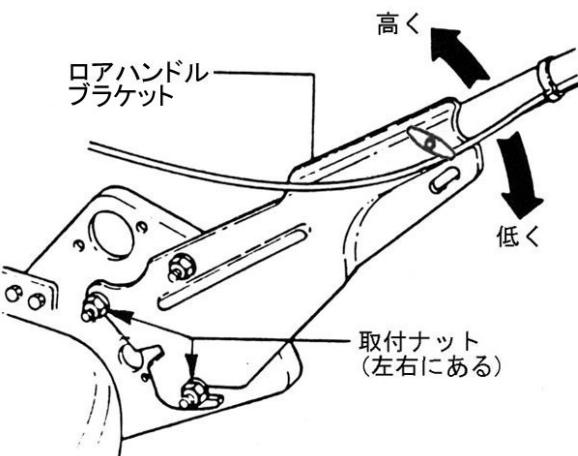

図 4-6
1. ロアーハンドルブラケットの取付ナット（左右2ヶずつ）を緩めます。（図4-6）